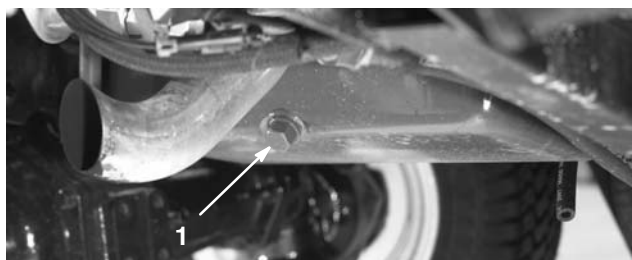

Bild 47
- Entfernen Sie die Ablassschraube (Bild 47) und lassen das Öl in ein Auffanggefäß ab. Schrauben Sie die Ablassschraube wieder ein, nachdem das Öl abgelassen ist.